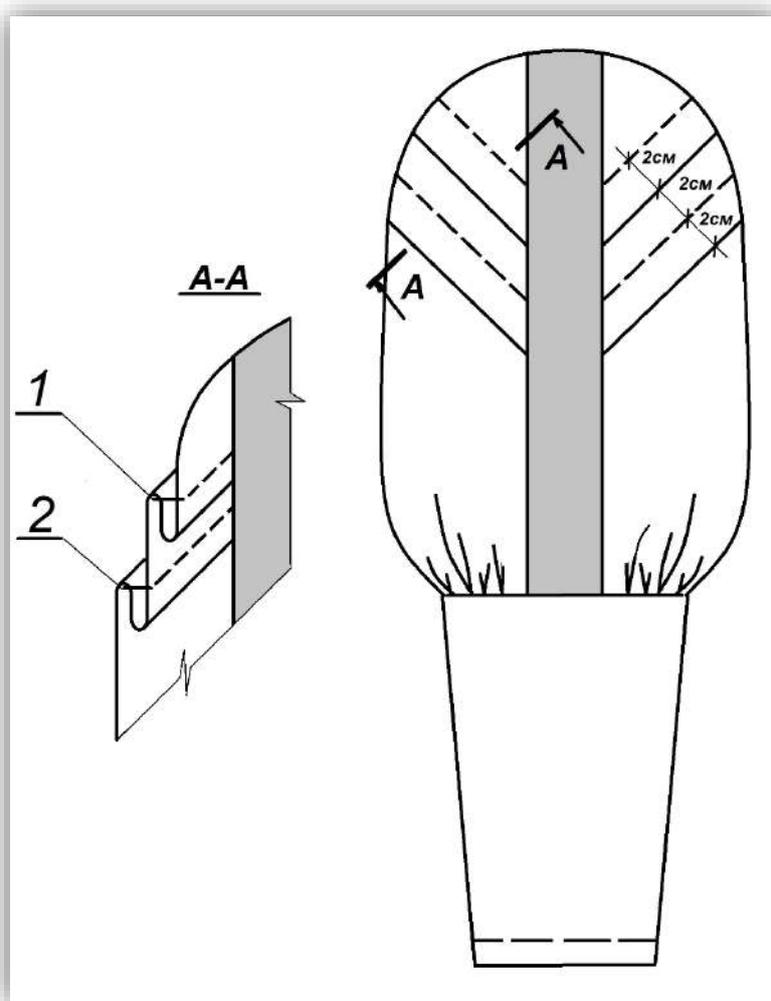

Рисунок 2 – Схема обработки рукава
2) При пошиве можете воспользоваться рекомендованной технологической последовательностью изготовления, приведенной ниже (стр. 7), а также схемой обработки (стр. 8, рис. 2), или применить свой метод изготовления, не ухудшающий качество и полностью соответствующий заданному внешнему виду фрагмента модели женского платья.
3. Застрочить складки на верхних частях рукавов на расстоянии 2 см от сгиба (рис. 2, стр. 1 и 2).